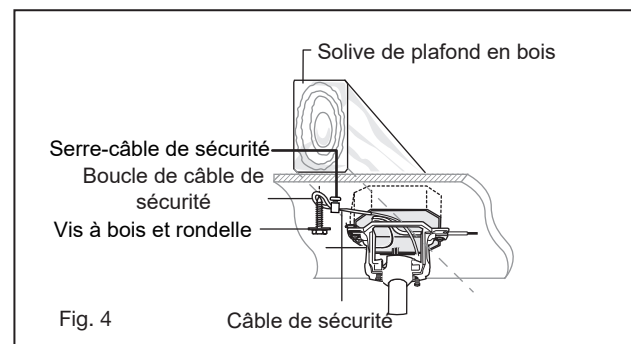

Fig. 4
REMARQUE : La languette à l'opposé de l'ouverture du support de suspension doit s'insérer dans la fente de la boule. (Fig. 4)
- 2 Connectez les fils noirs du commutateur dans le berceau A aux fils noirs dans le boîtier de commutation. Fil d'entrée chaud vers l'un des fils du commutateur du socle. Le fil d'alimentation du ventilateur est connecté au fil de l'interrupteur restant. (Fig. 4)
Un flux d'air VERS LE HAUT déplace l'air plus chaud hors de la zone du plafond, comme illustré à la figure 4. Cela vous permet de régler votre unité de chauffage sur un réglage plus frais sans affecter votre confort.